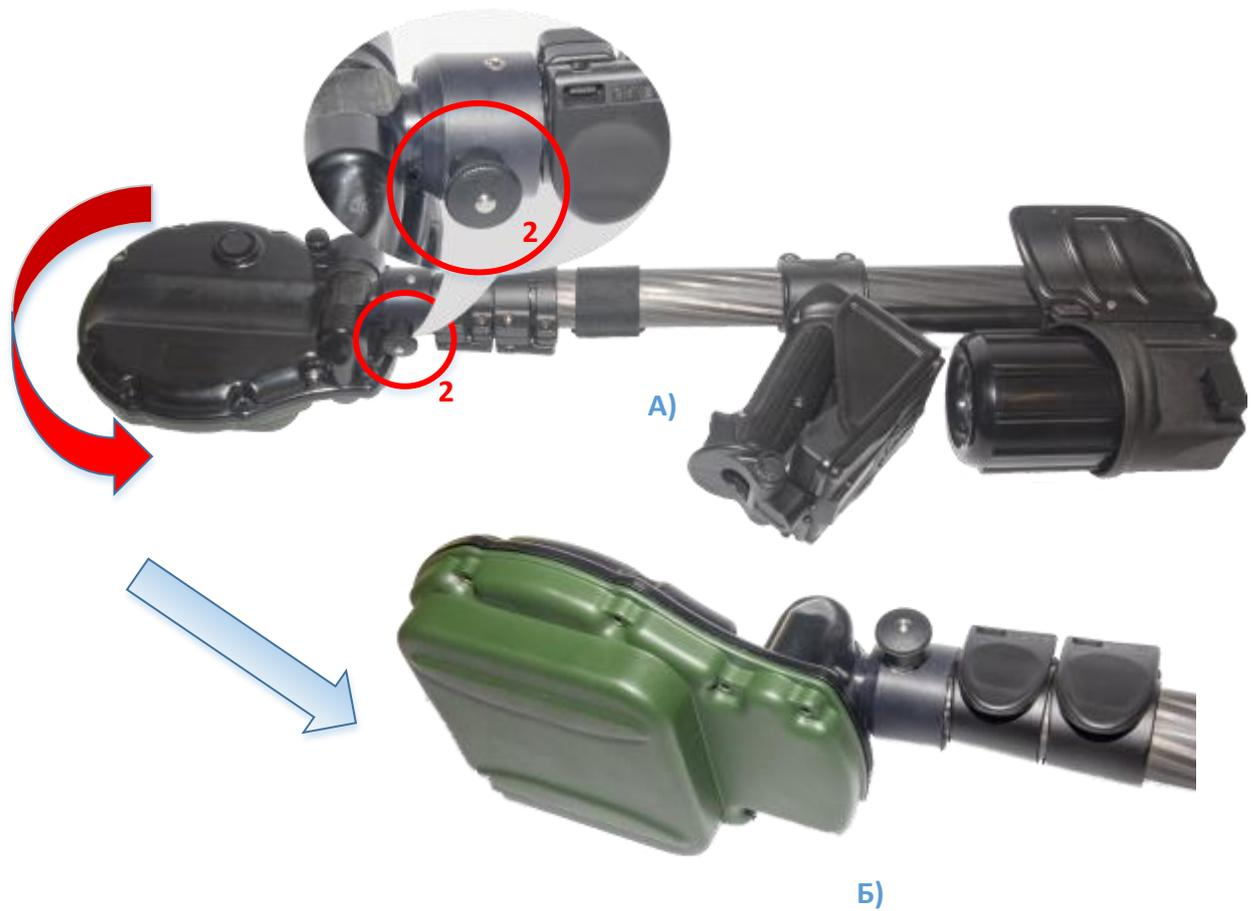

Рис. 3.5
Оттянув фиксатор (2), повернуть ПЭ вокруг оси ШР из положения А в положение Б против часовой стрелки на 90° и, отпустив фиксатор (2), зафиксировать (Рис. 3.5).